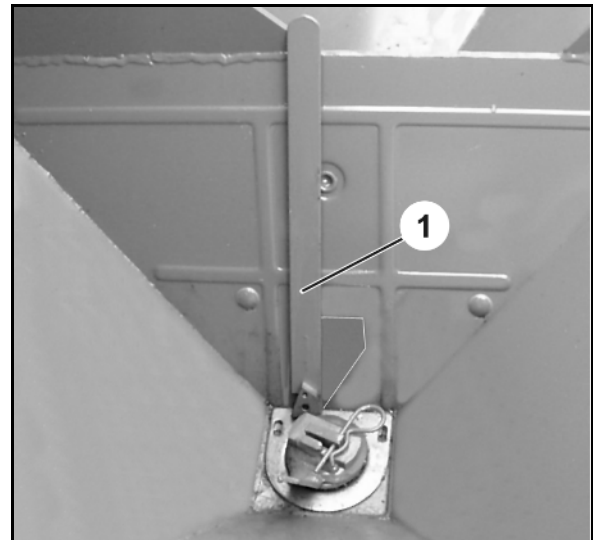

Fig. 104
4. Når vingemøtrikken er løsnet (Fig. 104/1), skal indstillingsgrebet (Fig. 104/2) standse ved anslaget (Fig. 104/3).
- I denne position skal aflæsningskanten (Fig. 104/4) for spjældstillingen vise værdien "11" på skalaen.
Hvis dette ikke er tilfældet, skal du ændre positionen af anslaget (Fig. 104/3) ved at dreje forbindelsesstængerne (Fig. 104/5):
6. Løsn kontramøtrikkerne (Fig. 104/6) på forbindelsesstængerne (Fig. 104/5).
7. Drej forbindelsesstængerne, indtil anslaget (Fig. 104/3) ligger an mod indstillingsgrebet (Fig. 104/2).